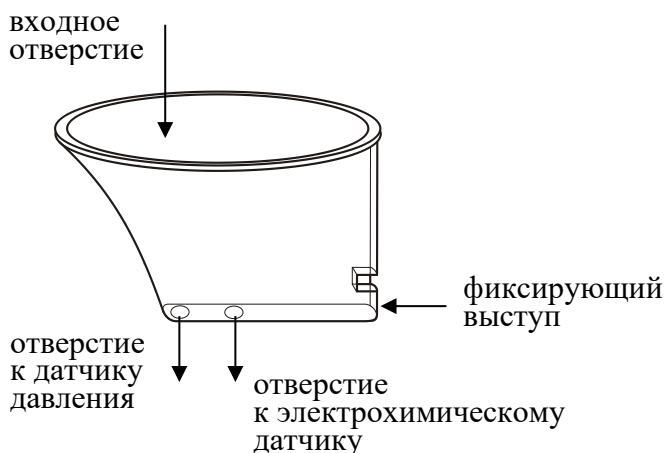

Рисунок 3 – Мундштук-воронка
1.4.24  **Мундштук-воронка** (рисунок 3) предназначен для формирования потока выдыхаемого воздуха для бесконтактного отбора пробы.